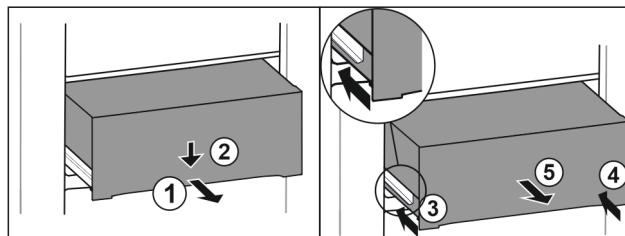

Fig. 103
- ▶ Изтеглете чекмеджето наполовина. Fig. 103 (1)
- ▶ Натиснете надолу чекмеджето от предната страна. Fig. 103 (2)
- ▶ Вкарайте лявата релса приблизително 2 см навътре. Fig. 103 (3)
- ▶ Вкарайте дясната релса приблизително 2 см навътре. Fig. 103 (4)
- ▶ Извадете чекмеджето напред. Fig. 103 (5)